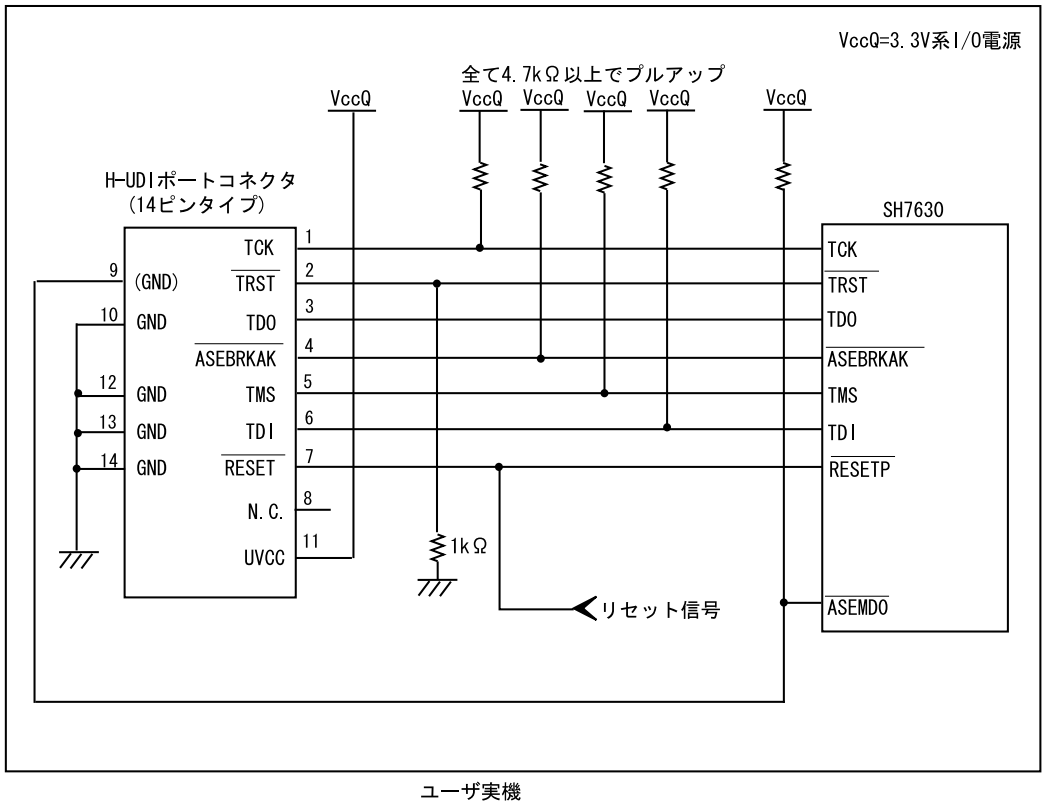

図 1.5 E10A-USB 使用時の H-UDI ポートコネクタ - チップ間の推奨接続例 (14ピンタイプ UVCC 接続時)
- 図 1.5 推奨接続例で回路を組んだ場合の E10A-USB エミュレータのスイッチ設定：SW2=1, SW3=1 スイッチ設定の詳細は、「SuperH™ファミリー用 E10A-USB エミュレータユーザーズマニュアル デバッガ編 3.8 章 DIP スイッチの設定」を参照してください。